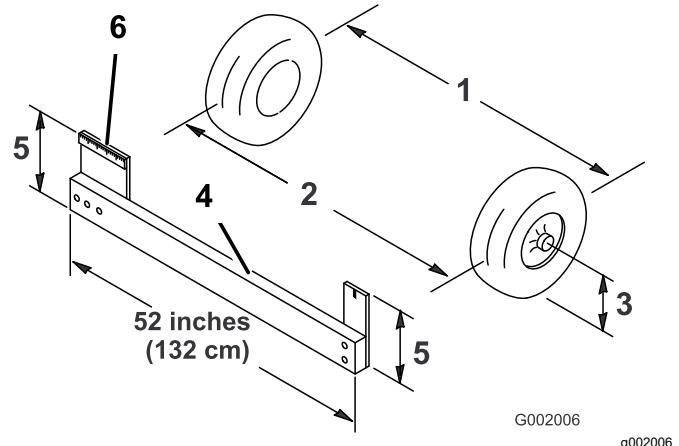

Figura 48
4. Mida la distancia entre los neumáticos delanteros a la altura del eje, en la parte delantera y trasera de las ruedas (Figura 48).
Nota: Necesitará una plantilla o un indicador de alineación para medir la parte delantera de las ruedas delanteras a la altura del eje. Utilice la misma plantilla para medir con precisión la parte delantera de las ruedas delanteras a la altura del eje (Figura 48).